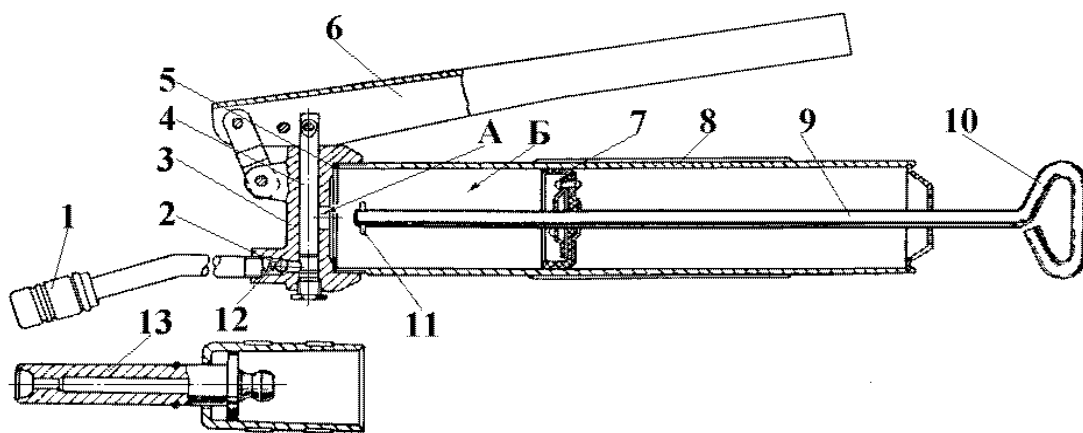

Рис. 1.57 Рычажно-плунжерный шприц
1. Крышку **3** (рис. 1.57) отвинчивают от корпуса **8**.